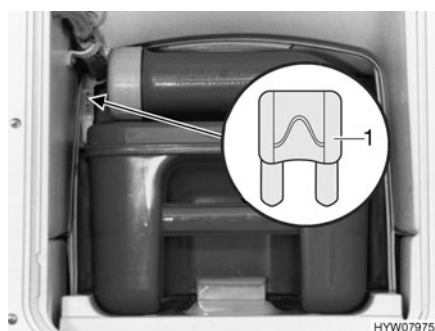

Fig. 104 Fusible des toilettes Thetford
- Changer le fusible (Fig. 104,1).